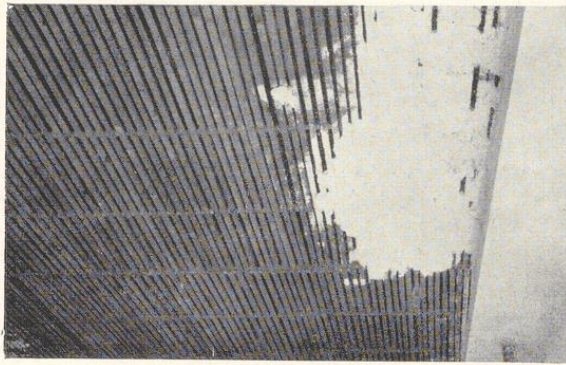

Bild 159. Deckenputz auf Spalierlatten, Putzweise im Rheinland
**Deckenputz auf Spalierlatten****Bild 159**